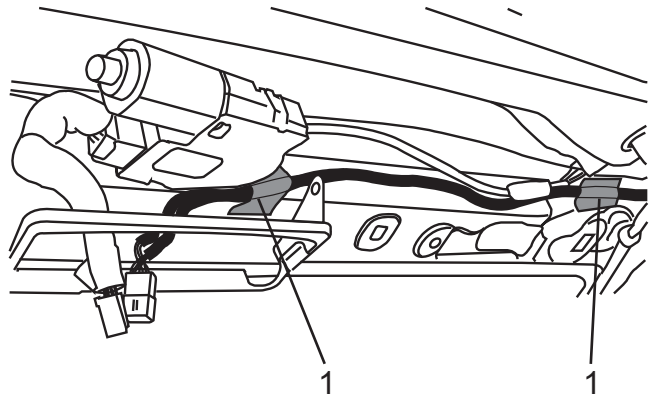

FIGURE 61
- 8.) ROUTE THE DOME LIGHT HARNESS FROM THE TOP OF THE PASSENGER SIDE A-PILLAR AREA TOWARDS THE FRONT DOME LIGHT AREA. SECURE THE DOME LIGHT HARNESS USING TWO STRIPS OF FOAM TAPE (1). (SEE FIGURE 61)